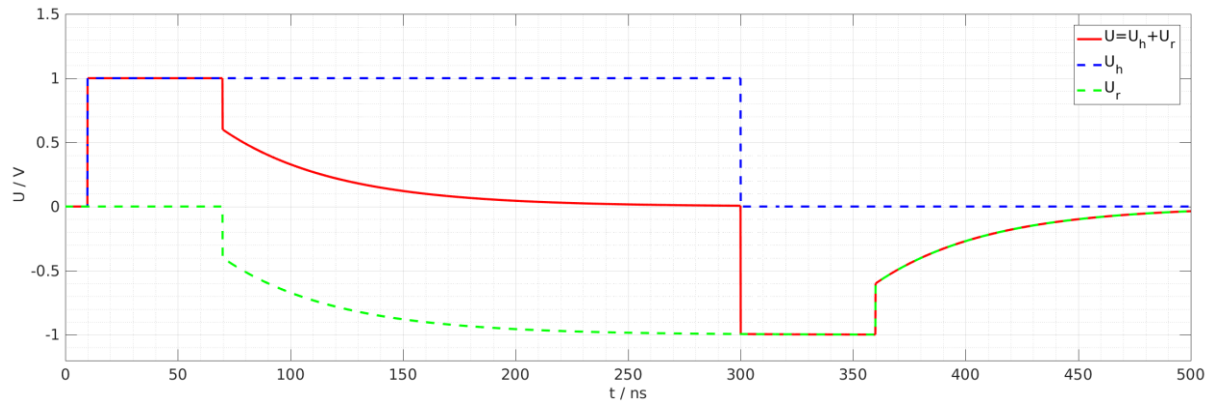

Abbildung 7 Impulsdiagramm komplexe Abschlussimpedanz
4. Bestimmen sie aus dem Impulsdiagramm in Abbildung 7 folgende Parameter: